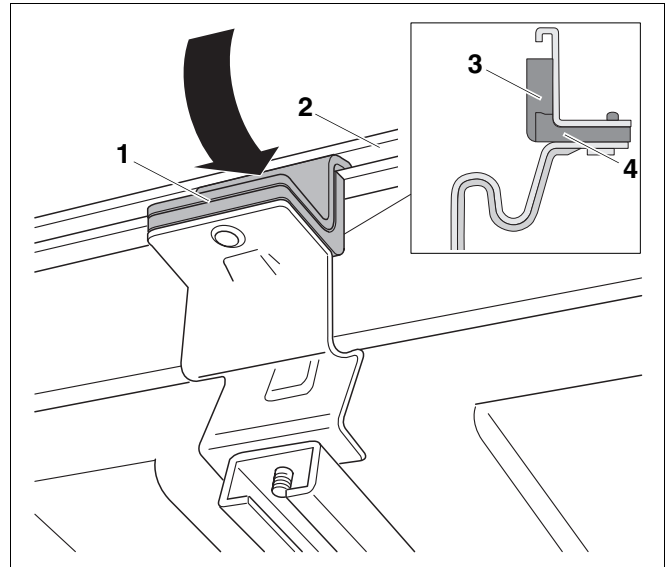

Abb. 8 Kollektorklammern einhängen
An der Kollektorklammer ist ein zweiteiliger Distanzbock (Abb. 8, **Pos. 3** und **4**) zur Unterstützung des Rahmens befestigt.
Bei Kollektoren mit Schlauchtüllenanschlüssen (niedriger Kollektorrahmen) muss das Oberteil (Abb. 8, **Pos. 3**) des Distanzbockes montiert sein.
Bei Kollektoren mit Schraubanschlüssen (hoher Rahmen) muss das Oberteil (Abb. 8, **Pos. 3**) des Distanzbockes vor der Montage abgenommen werden.
- Kippen Sie den Distanzbock leicht nach vorne und legen Sie die Kollektorklammer (Abb. 8, **Pos. 1**) in die Nut des Kollektorrahmens (Abb. 8, **Pos. 2**).